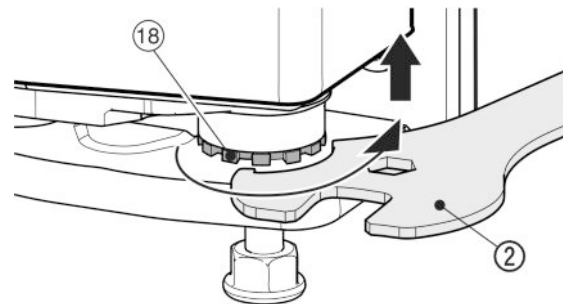

Fig. 18
- ▶ Щоб підняти дверцята, прокрутіть вправо опорний гвинт Fig. 18 (18) за допомогою гайкового ключа Fig. 18 (2) (входить в комплект). На момент постачання опорний гвинт повністю закручений.